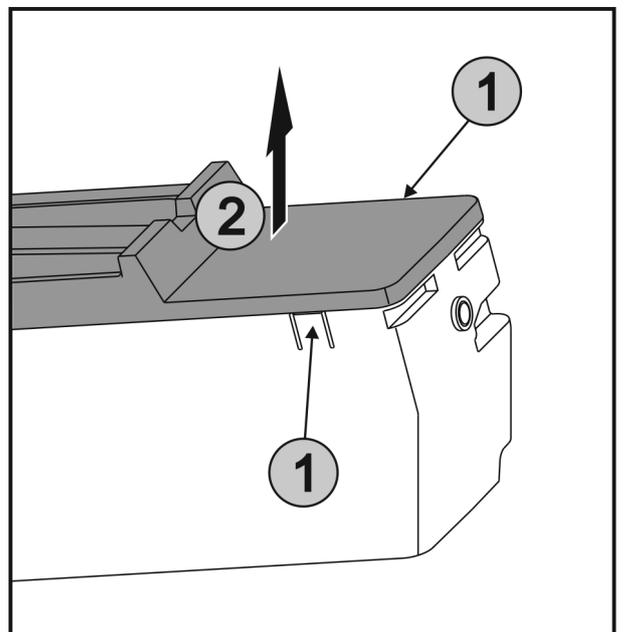

Fig. 39
- Appuyer simultanément sur les languettes Fig. 39 (1) des deux côtés de l'EasyTwist-Ice et retirer le couvercle Fig. 39 (2) vers le haut.